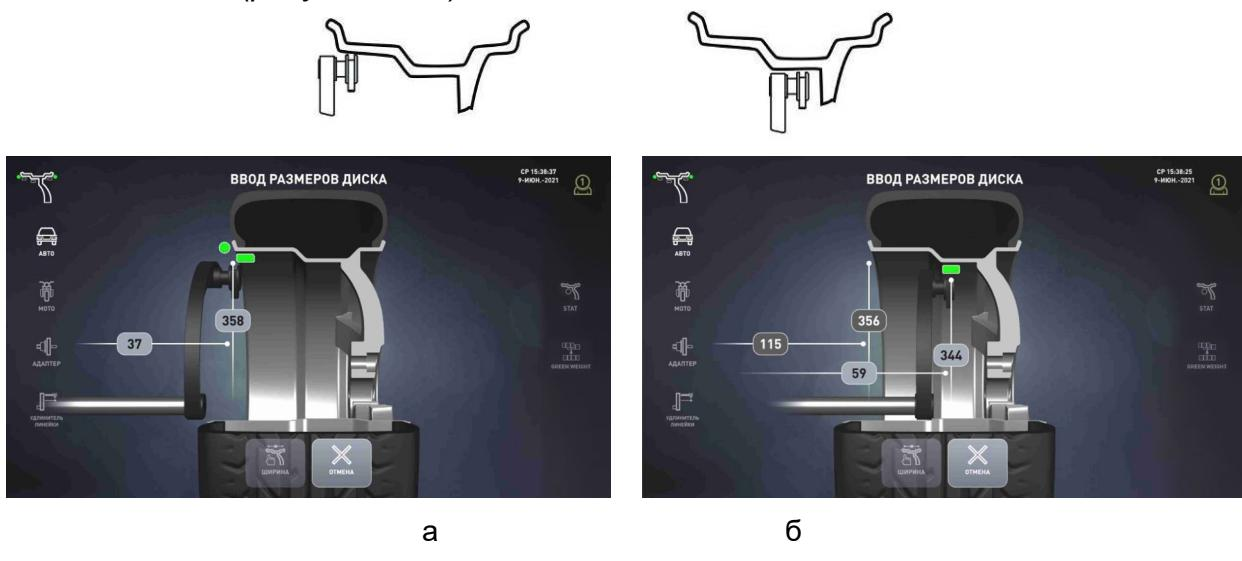
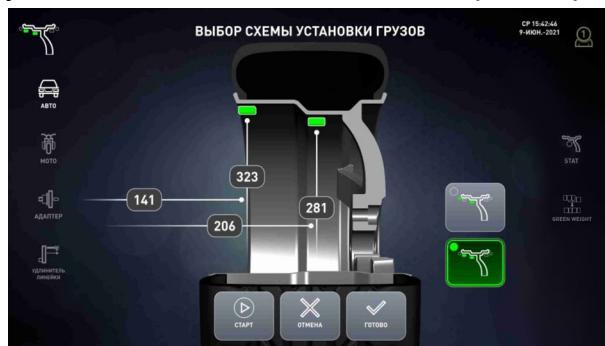

Рисунок 6.9 – Ввод размеров
Рисунок 6.10 – Схемы установки грузов
*Ввеси размеры.* Для этого наконечник первой линейки подвеси к месту предполагаемой установки левого груза – ободу колеса – и держать там до звукового сигнала (рисунок 6.9 а).
*Затем подвеси эту же линейку к месту установки правого груза (рисунок 6.9 б), дождаться звукового сигнала и появления на экране схем установки грузов (рисунок 6.10).*